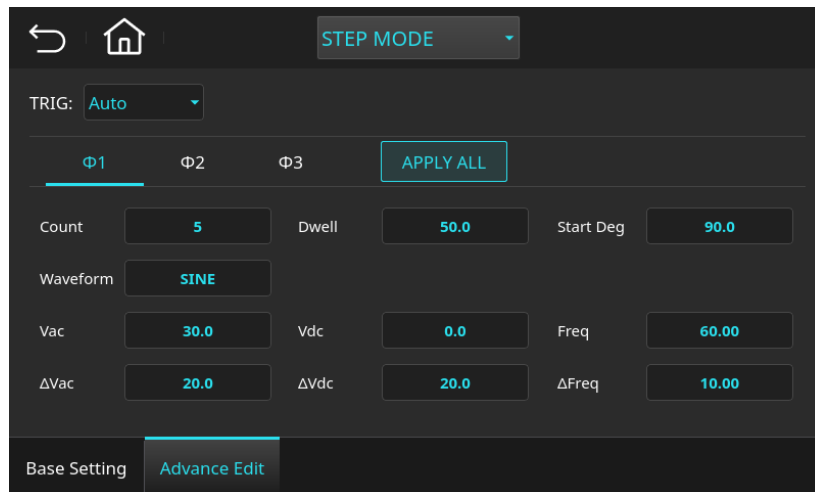

图 5-17 步阶模式(List)设定页面(第一相设定范例参数)
2. 设定 TRIG=Auto, 编辑参数如下图 5-17 所示。